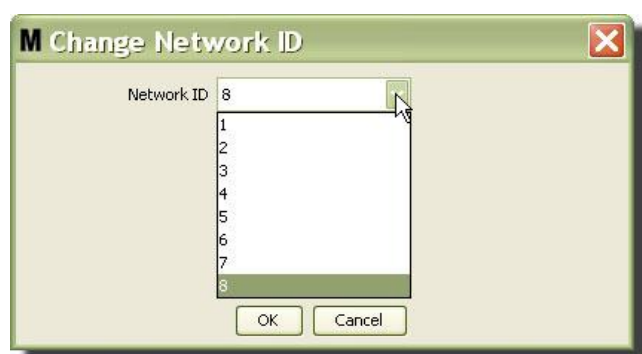

Рис. 60
3. Выберите из выпадающего списка доступных идентификаторов сети выберите значение вашего местоположения (Рис. 60). Нажмите кнопку «OK» [ОК], чтобы закрыть окно и сохранить изменения.